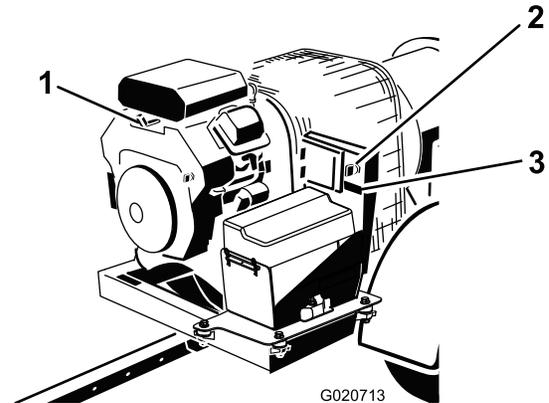

Figura 10
3. Rode a chave da ignição para a posição “START” (arranque) e solte-a rapidamente para a posição “ON” (ligar). Figura 10 Isto desperta o receptor.
- Se abandonar a máquina, rode a chave para a posição OFF e retire-a do motor (Figura 10).